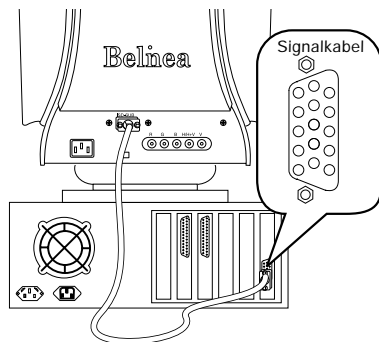

Abbildung 2. Monitor an den PC anschließen
2. Schließen Sie das 15polige Signalkabel an den Monitor und den PC an (siehe Abbildung 2).